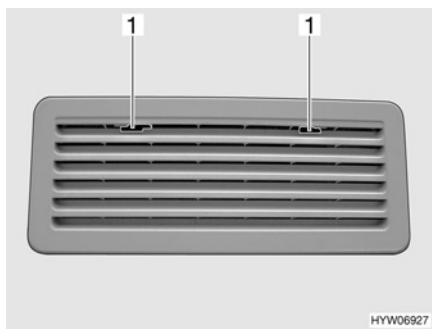
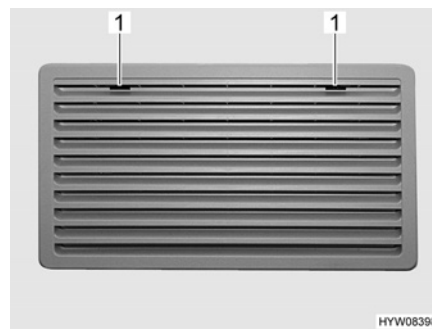

Bild 95 Kylskåpets ventilationsgaller (Thetford)
Bild 96 Kylskåpets ventilationsgaller, stort (Thetford)
- Skjut spärren (Bild 95,1 eller Bild 96,1) till mitten.